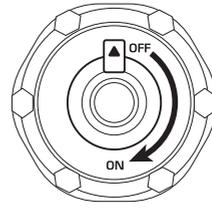

Fig. 1
3. Abra la ventilación en la tapa de combustible a la posición de "ON" (Fig.1).